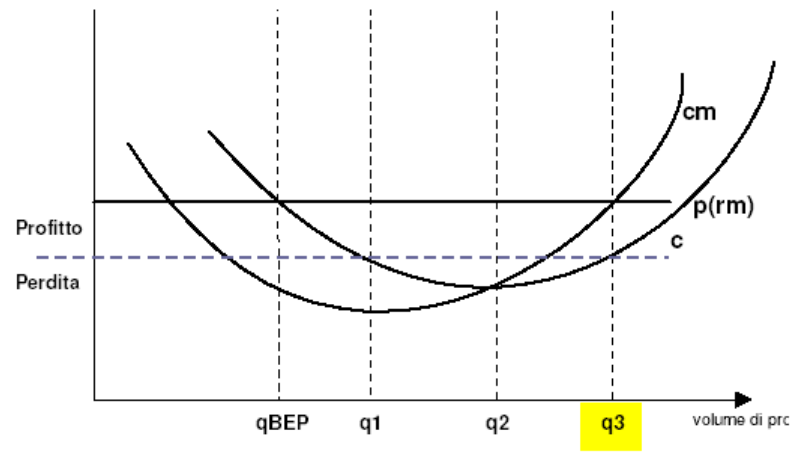

Figura 6: caso in cui il prezzo di mercato cala ma l'azienda continua a produrre q3.
- $q_3$  = quantità per cui si ha il *massimo margine lordo*. In corrispondenza di questo valore il ricavo marginale (pari al prezzo) eguaglia il costo marginale. Questa rappresenta la quantità ottimale da produrre. Se infatti producessi una quantità maggiore, come è possibile vedere  $cm > p$ , per cui andrei a perdere del profitto. Va sempre però tutto confrontato con i prezzi di mercato; se infatti produco  $q_3$  ed il prezzo di mercato scende, esso diventa punto di Break Even Point e non punto di massimo margine (Figura 6).